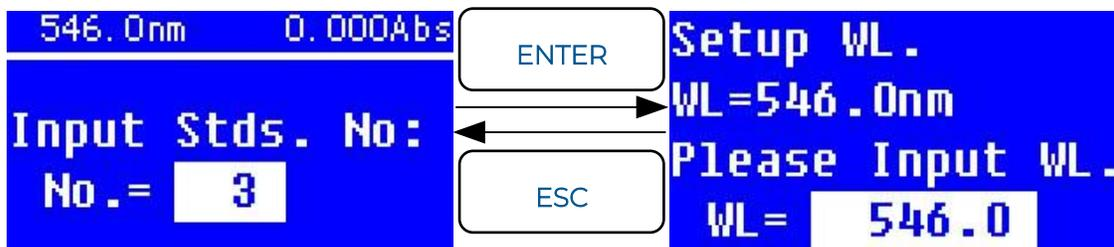

Figura 11
- 3 Presione **GOTO λ** para entrar a la interfaz de configuración de longitud de onda; use las teclas **▲** y **▼** para ingresar el valor requerido y presione **ENTER** para confirmar (figura 11).